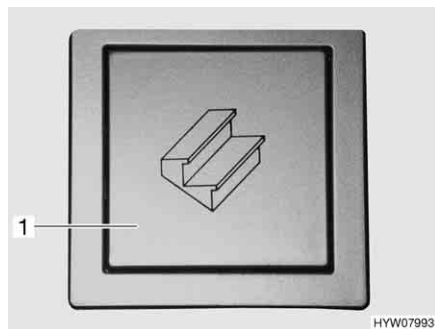
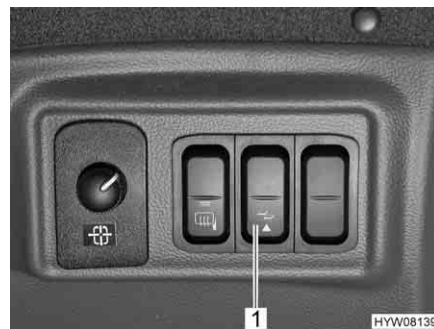

Fig. 4 Pulsante basculante dello scalino di ingresso (zona di ingresso)
Fig. 5 Pulsante basculante dello scalino di ingresso (cruscotto)
- Premere il pulsante basculante (Fig. 4,1) nella zona di ingresso oppure il pulsante basculante (Fig. 5,1) sul cruscotto nella cabina di guida.